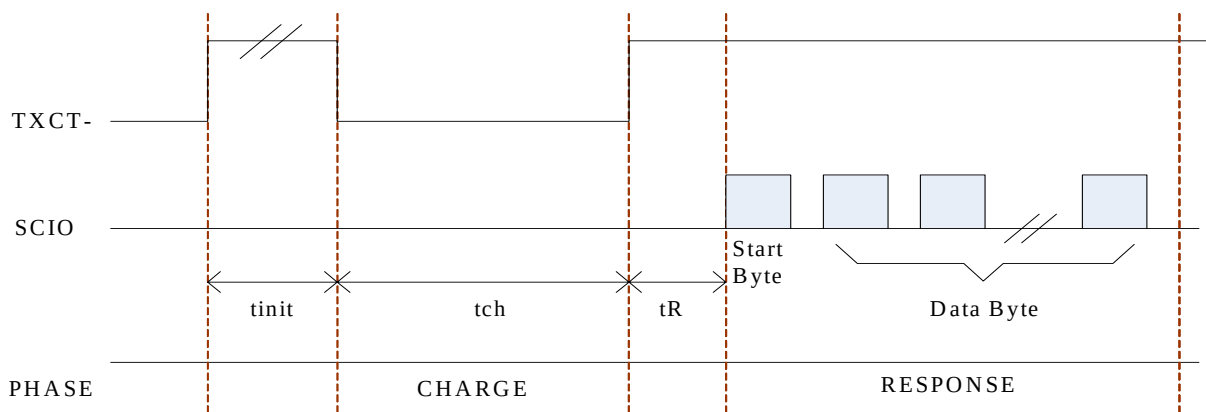
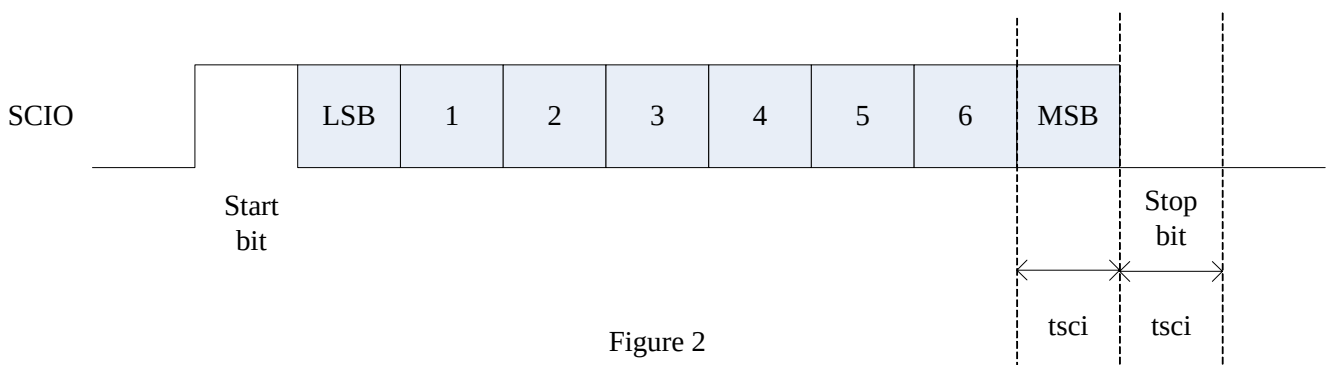

Figure 1
Figure 2
- (1) 將 TXCT- 設為 Low，Delay 50ms 後，再將 TXCT- 恢復成 High(參考 Figure1)
- (2) 此時約過 3ms，SCIO 開始輸出資料，第一個 Byte 即為 START Byte，總共輸出 14Bytes 資料 (參考 Figure2)。
- (3) 每個 Byte 的格式如 Figure2，由 10 bits 組成，第一個 bit 是 START bit 固定為 HI，最後一個 bit 是 Stop bit 固定為 LOW，第 2~9 bit 為資料 (最先收到的 bit 為 LSB)，資料需要反相處理 (LOW=1、HI=0)。
(1) 時序同 Read Only，請參考 Figure1, Figure2。
(2) Read/Write Type 回應格式，分析如下：